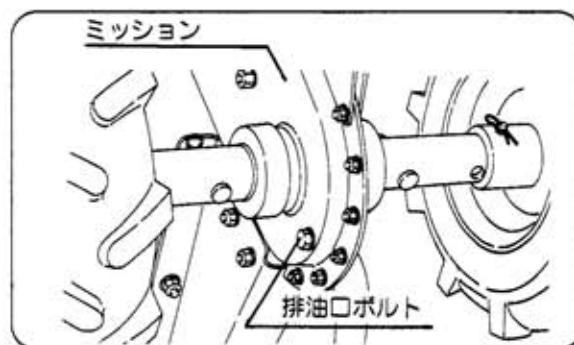

図43
- ①注油栓を外してください。
- ②ミッションケース下部の排油口ボルトを外してオイルを抜いてください。
- ③排油口ボルトを確実に締付けてください。（図43）
- ④注油口より新しいギヤオイルSAE #90を入れてください。（図43）